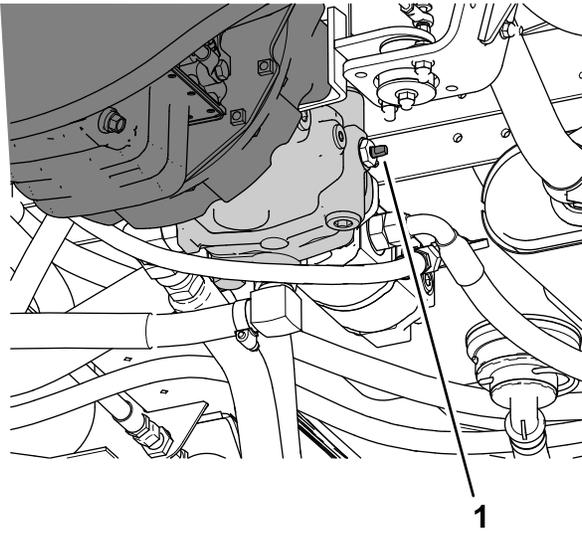

Bild 55
3. Drehen Sie das Abschleppventil (Bild 55) um 90° in eine Richtung, um es zu öffnen.